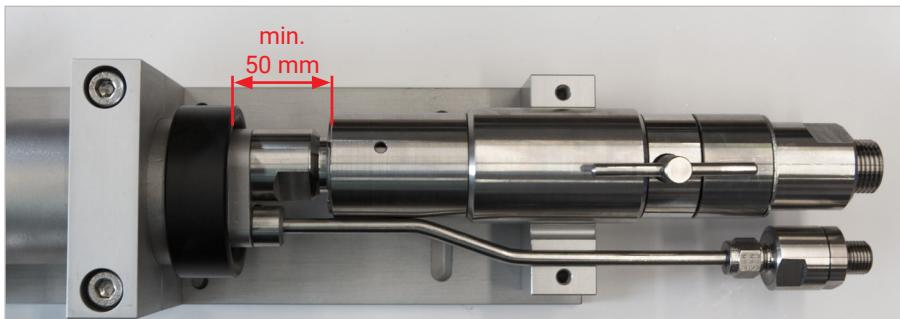

Figure 5
Remarque: Veiller à la distance entre la douille de guidage (pos. 9) et le corps d'accouplement (*Figure 5*).